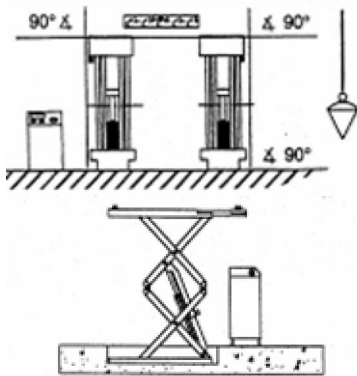

Fig.9
UITLIJNEN VAN DE HEFBRUG (Fig.9)
- Controleer of de platformen verticaal en horizontaal juist zijn uitgelijnd tov. de vloer en tov. elkaar (Fig.9). Dit is zeer van belang voor het goed functioneren van de hefbrug. Vul eventueel het grondframe uit.